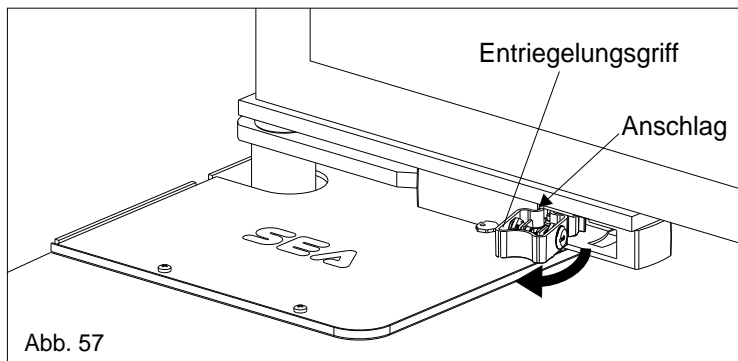

Abb. 57
- Den Schlüssel von der Entriegelung nach Außen ziehen und den Entriegelungsgriff bis zum Anschlag herausziehen (Abb. 57).